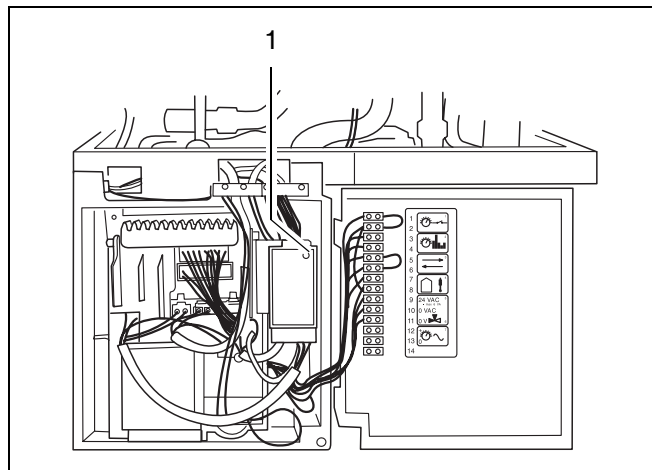

fig. 10 Ouvrir le boîtier UBA
- Ouvrir le boîtier UBA (fig. 10).
- Ouvrir le boîtier pour la connexion au réseau en dévissant la vis (fig. 10, pos. 1).